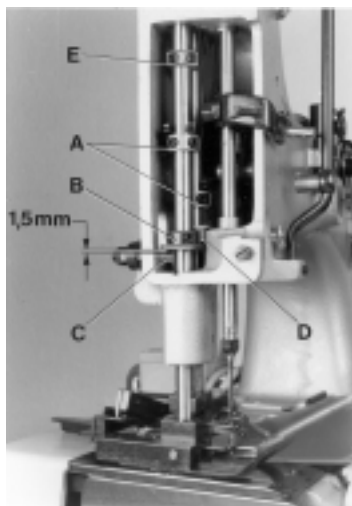
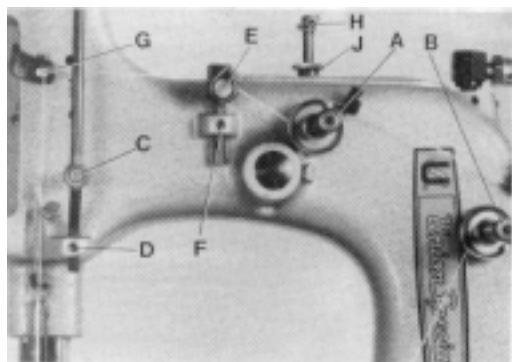

Fig. 11
Fig.12
Rotate the pulley until the feed dog is below the throat plate. Remove the face cover left on machine arm and turn out the T-screw (H, Fig. 12) on the top of the machine arm, until it does not exert any pressure on the leaf springs. In this position, the pressure exerted on the presser foot, should be just strong enough to keep it flat on the throat plate. By relocating the collars (A, Fig. 11), which serve as a leaf spring rest, on the left and right presser bar, the pressure can be changed. Raising the collars increases the pressure, lowering the collars decreases the pressure.
Set the presser bar lifter collar (B, Fig. 11) on the left presser bar so, that there is a distance of approx. 1.5 mm (1/16") between lifter lever stud (C) and lower surface of the lifter collar (B), when the presser foot rests on the throat plate (see Fig. 11). Set the collar (D) on the right presser bar close to the fork of the presser bar lifter collar (C) on the left presser bar.
Drehen Sie an der Riemenscheibe bis der Transporteur unter der Stichplatte steht. Entfernen Sie den Stirndeckel links am Maschinenarm und drehen Sie die Knebelschraube (H, Fig. 12) oben auf dem Maschinenarm soweit heraus, daß sie nicht mehr auf die Blattfedern drückt. In dieser Stellung soll der Druck auf den Drückfuß gerade noch so stark sein, daß er auf der Stichplatte aufliegt. Durch Verstellen der als Blattfederauflage dienenden Stellringe (A, Fig. 11) auf der linken und rechten Drückfußstange kann der Druck verändert werden. Verstellen der Stellringe nach oben verstärkt, verstellen nach unten verringert den Druck.
Stellen Sie den Drückfußstangen-Lifterstellung (B, Fig. 11) auf der linken Drückfußstange so ein, daß zwischen Lifterhebelbolzen (C) und Unterseite Stellring (B) ein Abstand von etwa 1,5 mm ist, wenn der Drückfuß auf der Stichplatte aufliegt (siehe Fig. 11). Stellen Sie den Stellring (D) auf der rechten Drückfußstange so, daß er an der Gabel des Drückfußstangen-Lifterstellrings (B) auf der linken Drückfußstange anliegt.
On styles 80800TL and TAL set the collar (D, Fig. 11) on the right presser bar approx. 2.5 mm (7/64") above the fork of the presser bar lifter collar (B). This effects, when lifting the presser foot, that the left presser foot part is lifted first by approx. 2.5 mm (7/64"), before the right presser foot part will lift too.
The presser foot lift is limited with the upper stop collar (E, Fig. 11) on the left presser bar. When the needle is in its lowest position and the presser foot is lifted with presser foot bottom tilted up, the needle bar respectively needle clamp nut should not contact the presser foot bottom. Set collar (E) accordingly.
Now turn in T-screw (H, Fig. 12) until the necessary presser foot pressure for proper feeding is exerted (determine by sewing tests). Secure this setting with the knurled nut (J), which simultaneously fastens the upper arm cover. Remount the face cover.
The tension (A, Fig. 12) on the needle thread should be fairly strong to produce uniform stitches. On the two thread double locked stitch styles the tension (B) on the looper thread should be barely sufficient to steady it.
On the two thread double locked stitch styles 80800R, RL, TL, TAL, U, UA, UL and UAL, the height of the needle thread take-up roller (C, Fig. 12) is set so, that the needle thread on the downstroke of the needle just contacts the roll at the time the needle thread loop is released from the looper. Loosen screw (D) and set the needle thread take-up roller accordingly. Retighten screw (D).
Bei den Maschinen 80800TL und TAL stellen Sie den Stellring (D, Fig. 11) auf der rechten Drückerfußstange etwa 2,5 mm über die Gabel des Drückerfußstangenlifter-Stellrings (B). Dadurch wird beim Liften des Drückerfußes zuerst das linke Drückerfußteil etwa 2,5 mm angehoben bevor das rechte Drückerfußteil mit anhebt.
Der Hub des Drückerfußes wird mit dem Anschlag-Stelling (E, Fig. 11) oben auf der linken Drückerfußstange begrenzt. Wenn die Nadel in der untersten Stellung ist und der Drückerfuß mit dem Drückerfuß-Lifterhebel angehoben und die Drückerfußsohle nach oben gekippt wird, darf die Nadelstange bzw. Nadelstangenmutter die Drückerfußsohle nicht berühren. Stellen Sie den Stellring (E) entsprechend ein.
Nun drehen Sie die Knebelschraube (H, Fig. 12) so weit ein, daß der zum einwandfreien Transport notwendige Drückerfußdruck erzeugt wird (durch Nähversuche ermitteln). Sichern Sie diese Einstellung mit der Rändel-Kontermutter (J), mit der gleichzeitig der obere Armdeckel befestigt wird. Montieren Sie den Stirndeckel wieder.
Die Spannung (A), Fig. 12) auf den Nadelfaden soll so stark sein, daß eine gleichmäßige Stichbildung erreicht wird. Bei den Zweifaden-Doppelkettenstichmaschinen soll die Spannung (B) auf den Greiferfaden ganz gering sein, so daß der Faden gleichmäßig gleitet.
Bei den Zweifaden-Doppelkettenstichmaschinen 80800R, RL, TL, TAL, U, UA, UL und UAL wird die Höhe der Nadelfadenabzugsrolle (C, Fig. 12) so gestellt, daß der Nadelfaden beim Niedergehen der Nadel, die Rolle zu dem Zeitpunkt gerade berührt, wenn die Nadelfadenschlinge vom Greifer freigegeben wird. Lösen Sie die Schraube (D) und stellen Sie die Nadelfadenabzugsrolle (C) entsprechend ein. Ziehen Sie die Schraube (D) wieder an.
On all styles the eyelet (E, Fig. 12) should be positioned so, that the needle thread runs nearly horizontal, parallel to cloth plate, between eyelet (G) on needle bar connection and eyelet (E) on machine arm, when the needle is in its upmost position. Eyelet (E) is secured by screw (F).
Bei allen Maschinen wird die Fadenführung (E, Fig. 12) so gestellt, daß der Nadelfaden zwischen der Fadenführung (G) am Nadelstangenmitnehmer und der Fadenführung (E) am Maschinenarm etwa waagrecht, parallel zur Stoffplatte verläuft, wenn die Nadel in der obersten Stellung ist. Die Fadenführung (E) wird mit der Schraube (F) befestigt.